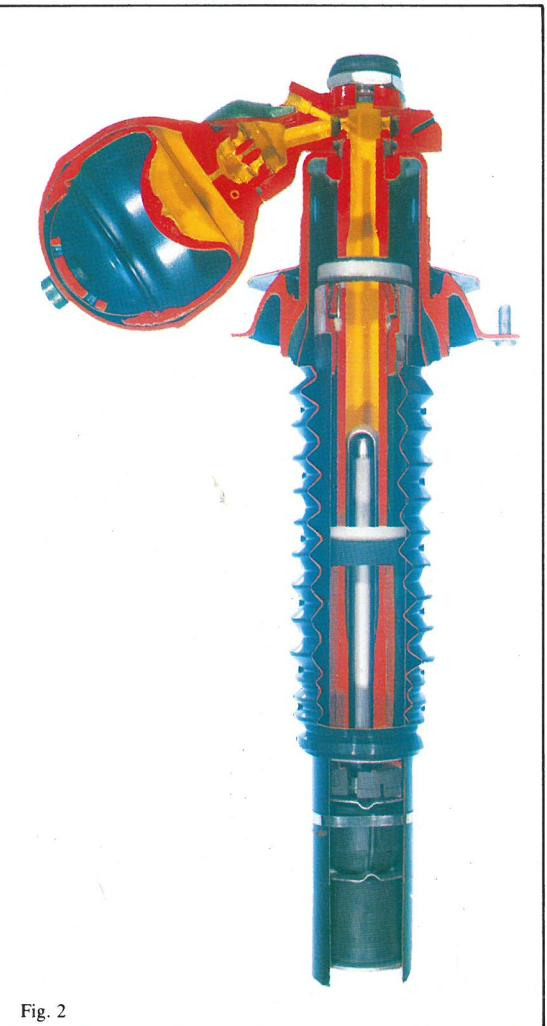

Fig. 2
Les pièces rouges sont solidaires du pivot et le suivent dans ses déplacements verticaux pour ne considérer que ceux-ci. Les pièces vertes solidaires de la caisse la suivent dans ses mouvements. En roulage, les déplacements verticaux de la caisse par rapport au pivot, et inversement, provoquent un coulisser des pièces vertes à l'intérieur des rouges ; ce coulisser étant guidé par le palier élastique ⑨ et le guide ⑭ (fig. 2).